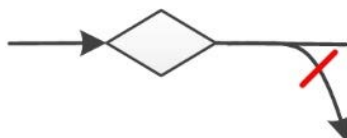

Рисунок 3. Расположение оборудования системы FlowPlus после ПВП
2) Оборудование системы FlowPlus находится после ПВП, на котором производится оплата проезда (рис. 3).
При установке оборудования FlowPlus после ПВП, на котором проведена оплата проезда (см. рис. 3), алгоритм работы системы следующий: